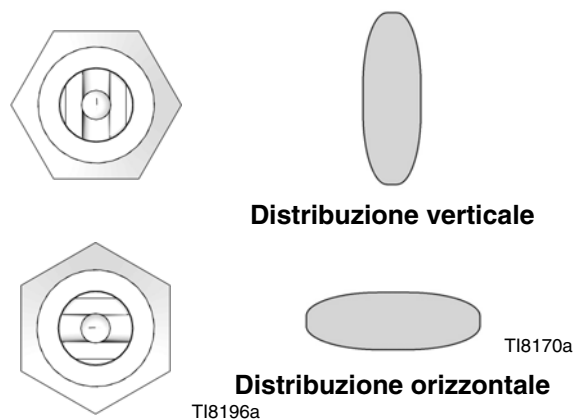

FIG. 8: Il ventaglio di spruzzatura
Seguire le Note di manutenzione nelle figure 8 e 9 quando si rimonta la pistola.
2. Svitare le quattro viti (14) e rimuovere la pistola dal collettore.
3. Svitare il dado premiguarnizioni (7). Rimuovere l'ugello di spruzzatura (9) e la guarnizione (8). Vedere le figure 8 e 9.
4. Rimuovere il tappo (18) dalla sede del pistone (1). Rimuovere le molle (20 e 19).
5. Con la chiave fornita in dotazione (34), allentare la vite di regolazione dell'ago del fluido (16). Rimuovere il fermo dell'ago (17).